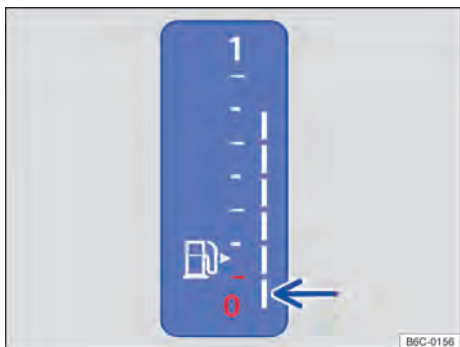

Fig. 15 No instrumento combinado digital: indicador do nível de combustível.
Marcação de reserva no último segmento pequeno (seta) → Fig. 15	Tanque de combustível quase vazio É consumido o combustível reserva → Página 251. Abastecer assim que possível → ①.
i A pequena seta ao lado do símbolo da bomba de combustível no mostrador → Fig. 15 indica de que lado do veículo está a portinhola do tanque de combustível.